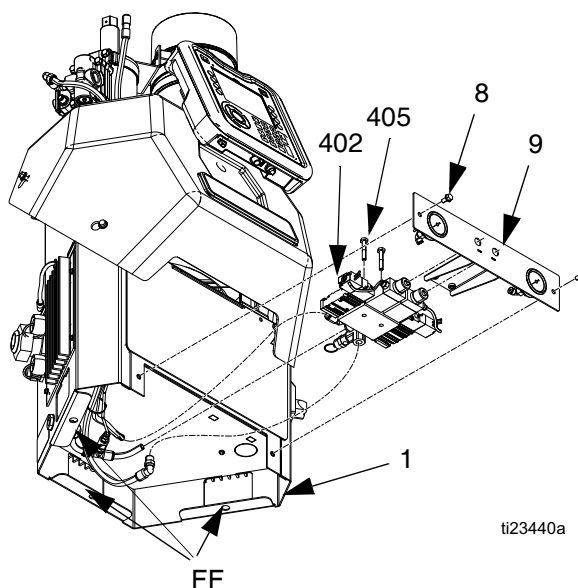
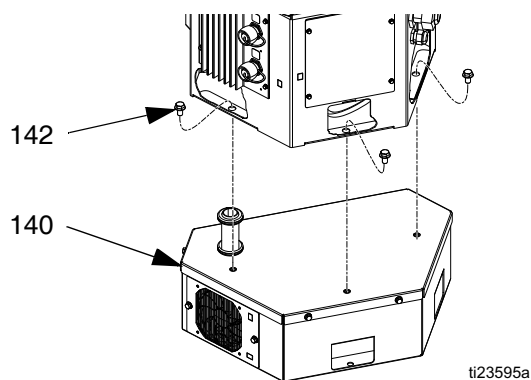

図 50
図 51
分解 (図 50 を参照):
4. フロントアクセスパネル (10) を電気エンクロージャ (1) から取り外します。
5. 480 V システムのみ、トランスアセンブリを取り外します (図 51 を参照):
- b. 3本のねじ (142) と InvisiPac システムをトランスアセンブリ (140) から取り外します。
6. 3/8 インチのソケットを使用して、2本のネジ (8) を取り外します。
8. 電気エンクロージャ底部のアクセス穴 (FF) に手を入れます。図 50 を参照。次に、エア制御ソレノイド (402) からのエアラインを外します。
10. ソレノイド (402) をエア制御アセンブリ (9) に固定している 2本のネジ (405) を取り外し、エア制御ソレノイドを取り外します。
再アセンブリ (図 50 を参照):
1. 2本のネジ (405) を使用して新しいソレノイド (402) をエア制御アセンブリ (409) に固定します。
3. 電気エンクロージャ底部のアクセス穴 (FF) に手を入れます。図 50 を参照。次に、エア制御ソレノイド (402) にエアラインを接続します。
4. エア制御アセンブリ (9) を所定位置にスライドさせ、2本のネジ (8) を使用して電気エンクロージャ (1) に固定します。
5. 480V システムでは、トランスアセンブリ (140) をネジ (142) で取り付けて、AWB ボードの J2 コネクタと電源スイッチへトランスワイヤを再度接続します。